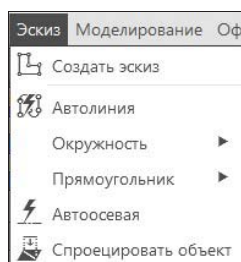

Рис. 18.4. Выпадающее меню пункта Эскиз
- ◆ **Эскиз** — содержит команды построения линий, окружностей и прямоугольников (рис. 18.4);